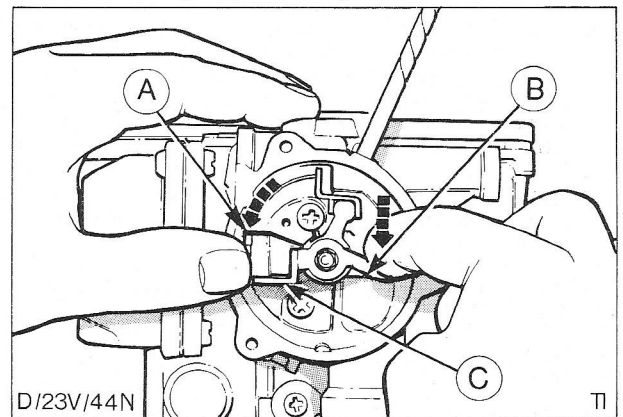

Fig. 70 Juiste afstelling van vacuüm-uitschakeling/versneld stationair toerental.
- v) Stel het vacuümsysteem af door de arm van de vacuümzuiger, 'C' in Fig. 70, zo bij te buigen dat deze juist de chokebedieningsarm 'A' raakt.